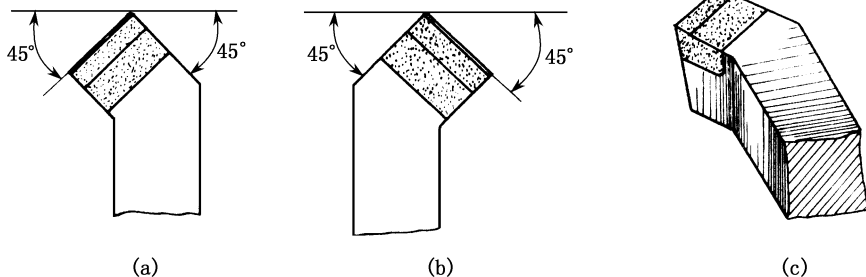

图 3-11 45°弯头车刀
(3) 45°外圆车刀。45°外圆车刀俗称弯头刀。它也分为左、右两种 (图 3-11)。其刀尖角等于 90° ($\varepsilon_r = 90^\circ$), 所以刀体强度和散热条件都比 90°外圆车刀好。常用于车削工件的端面 and 进行 45°倒角, 也可用来车削较短的外圆。